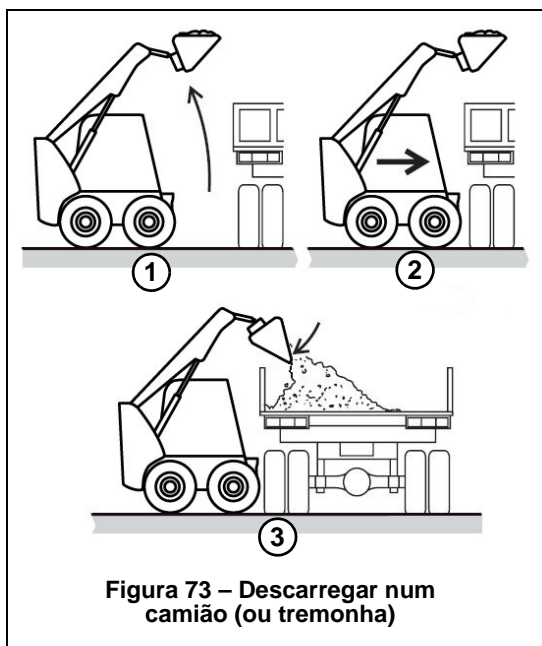

Figura 73 – Descarregar num camião (ou tremonha)
1. (Figura 73) Aproxime-se do camião e pare, deixando espaço suficiente para levantar o braço de elevação e o balde carregado, e levante o balde até a respetiva aresta inferior ficar acima da caixa de carga do camião.